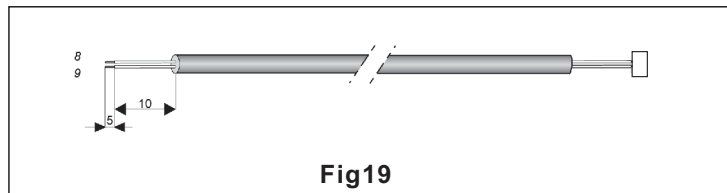

Fig. 19
5. Préparez l'extrémités du câble à double-fil pour le branchement comme indiqué à la fig. 19.
6. Disconnect the resistor (5) from indoor unit twin wire cable (3) and connect the twin wire cable (6) connector instead.
7. Connectez l'autre extrémités du câble à double-fil au terminal à double-fil des éléments intérieur (9).